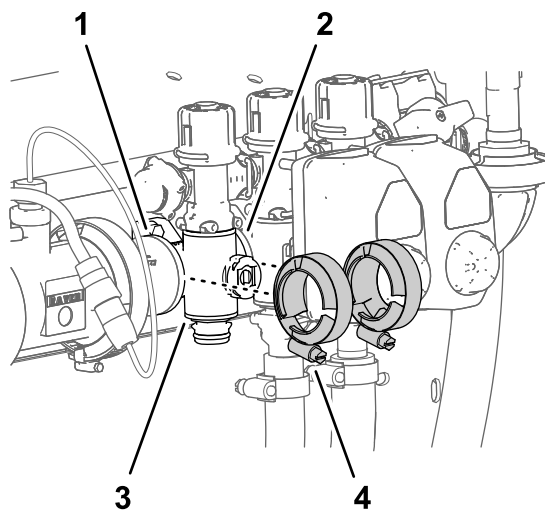

Figure 134
4. Fixez légèrement les colliers bride que vous avez déposés à la section Dépose de la vanne de section du collecteur \(page 90\) sur les brides du collecteur de vanne de section et les brides des autres vannes de section et/ou adaptateur d'accouplement (Figure 134).
- Serrez les 2 colliers bride à la main (Figure 134).